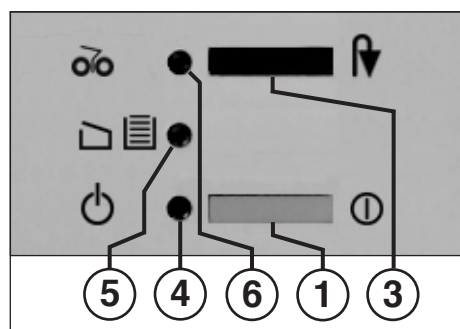

Fig. 1
## 1 = Tryckknapp (Fig. 1)
## 3 = Tryckbrytare (Fig. 1)
## 4 = Kontrollampa (Fig. 1)
## 5 = Kontrollampa (Fig. 1)
## 6 = Kontrollampa (Fig. 1)
- Slå på strömmen med tryckknappen (1) (Fig. 1). Kontrollampen (4) (Fig. 1) tänds.
av. Kontrollangivelsen „Behållare full“ / „Dörr öppen“ (5) (Fig. 1) **blinkar**. För att indikera det stoppade skärverket tänds samtidigt kontrollangivelsen "Pappersstockning" / "Stopp" (6).
- Skjut in skjutramen med uppsamlingsåsen och stäng dörren. Kontrollindikeringen (5) slocknar (Fig. 1).
- Tryck kort på tryckbrytaren „Bakåt“ / „Stopp“ (3). Skärverket sönderdelar resten som är kvar i inmatningsenheten och kopplas sedan från. Kontrollangivelsen (6) slocknar. Sönderdelningen kan nu fortsättas.
- Kontrollindikeringen (6) tänds (Fig. 1).
- Tryck **konstant** på tryckbrytaren "Bakåt" / "Stopp" (3) och ta samtidigt ut dokumenten som matats tillbaka från maskinen.
- När de har tagits bort går skärverket automatiskt framåt, sönderdelar den rest som är kvar i inmatningsenheten och kopplas sedan från. Kontrollangivelsen (6) (bild 1) slocknar.
**Observera:** Om det inte går att ta ut dokumenten, måste man kort trycka på tryckbrytaren "Bakåt" / "Stopp" (3) igen. Skärverket upprepar nu den beskrivna proceduren automatiskt så många gånger tills den pappersrest som är kvar i skärverket har matats igenom.
Om motorn överbelastas stängs den av. Koppla från maskinen med tryckknappen (1) (Fig. 1). Låt den svalna i 15-20 minuter, beroende på rumstemperaturen. Sedan kan den startas igen.